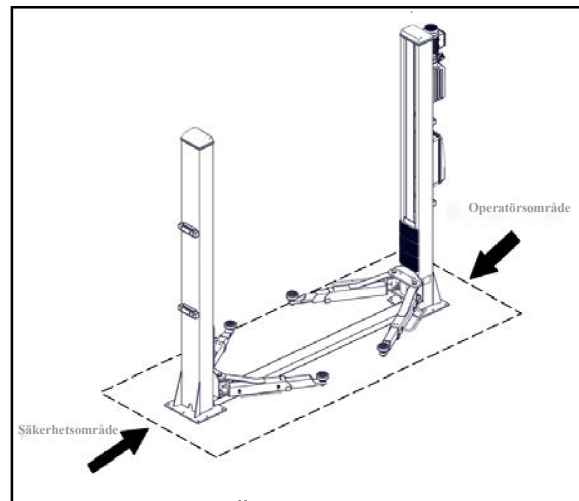

Fig. 8 Arbetsområde
- ◆ Personer vilar inom säkerhetsområdet medan fordonet lyfts. (*Fig. 8*)